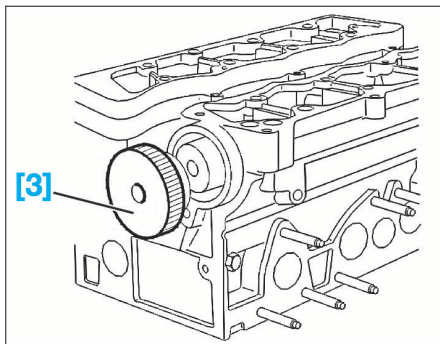

FIG. 37
- Reposer les bagues d'étanchéité neuves d'arbre à cames à l'aide d'un mandrin [3] de diamètre approprié (Fig.37).